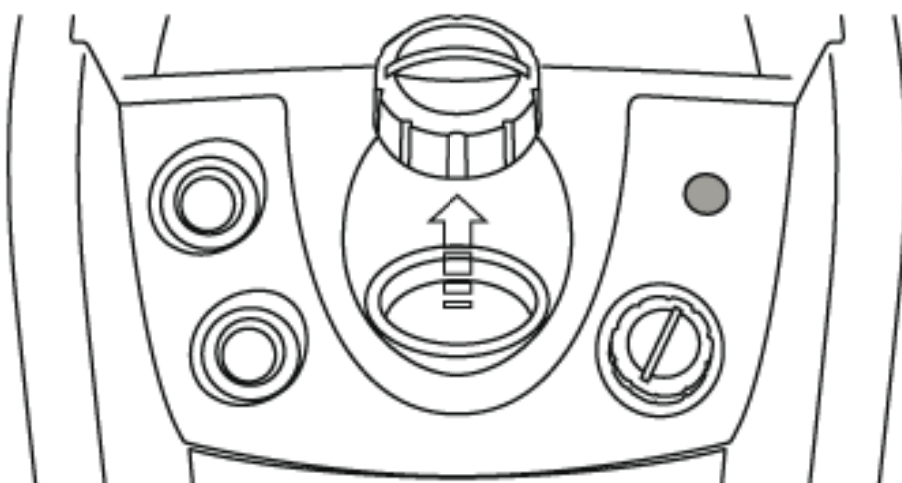

Fig. 3
- El depósito (J) contiene agua sin presión y, por tanto, se puede rellenar en cualquier momento. Esto significa que se puede planchar sin interrupciones.
- Abrir la tapa de la boca de llenado (Fig.3)